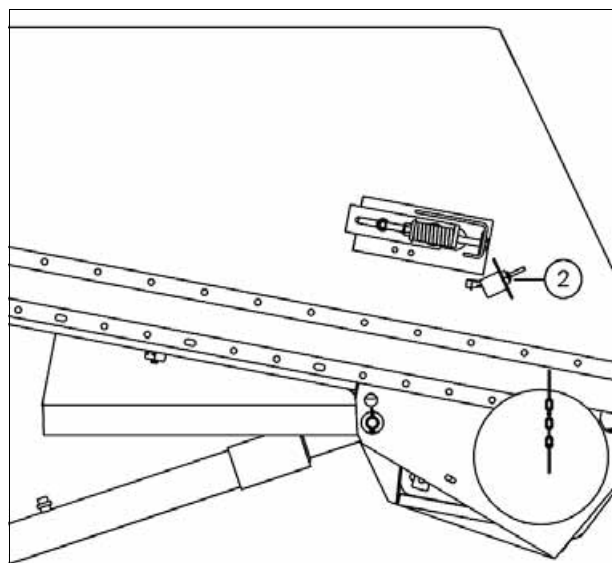

Рис. 2.
ПРИМЕЧАНИЕ: При высоте скашивания более 25 см (датчики (1) поверхности не соприкасаются с поверхностью поля) управление жаткой осуществляется при помощи датчика (2) на приемном элеваторе (рисунок снизу рис. 2), пока высота скашивания не станет менее 25 см.